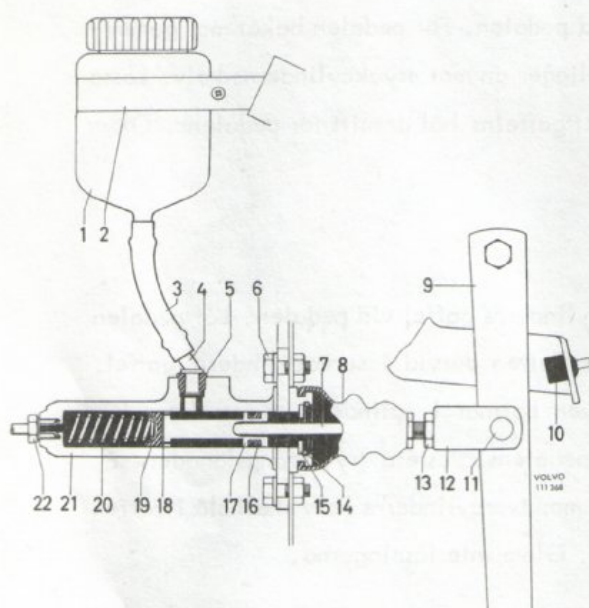

Bild 1. Detaljer, lärarsida
4. Sätt ihop detaljerna enligt bild 1 resp. 2. Var försiktig när kolv och packningar förs in i cylindern.